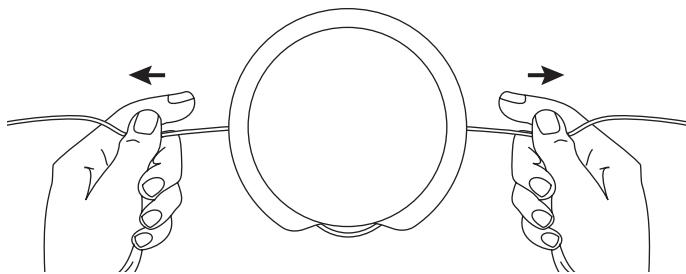

Fig. 20
3. Tirez sur les extrémités pour les faire passer à travers en vous assurant que les bouts sont de longueur égale et que le milieu du fil est centré entre les trous d'insertion (Fig. 20).